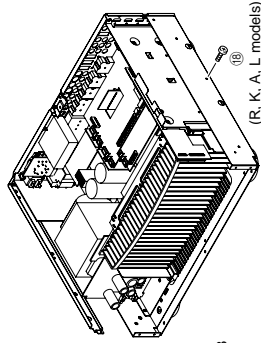

Fig. 9
- Put the rubber sheet and cloth over the equipment. Then place the P.C.B.s upside down on the cloth and check it. (Fig. 9)
- In main unit, the ground of rear unit is connected to the main unit. When this rear unit are removed from main unit, connect the ground to the main unit, using a ground lead or the like. (Fig. 9)
- 本機の上にゴムシートと布を敷き、その上にP.C.B.を裏返しに置いてチェックします。(Fig. 9)
- 本機ではリアユニットのアースが本機に接続されています。リアユニットを本機より取り外した場合は、リード線等でアースを本機に接続してください。(Fig. 9)